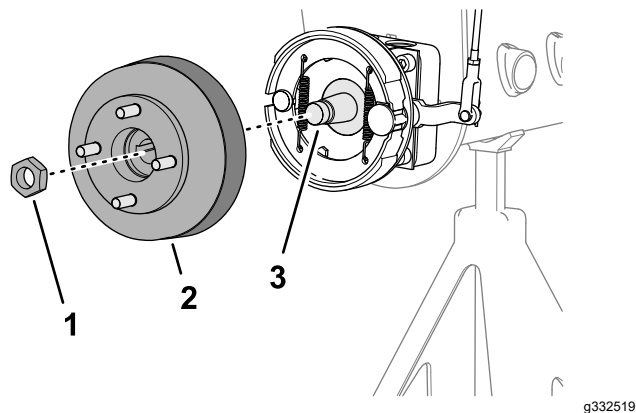
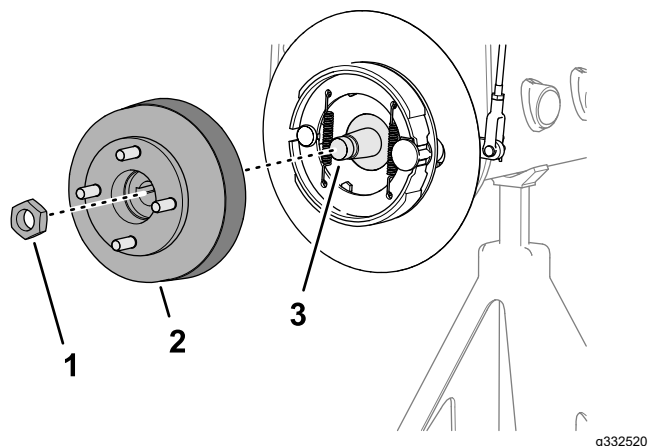

Рисунок 74
Рисунок 75
3. Установите ступицу колеса и тормозной барабан на вал мотор-колеса (Рисунок 74 или Рисунок 75).
4. Прикрепите ступицу колеса к валу с помощью контргайки (Рисунок 74 или Рисунок 75) и затяните ее от руки.